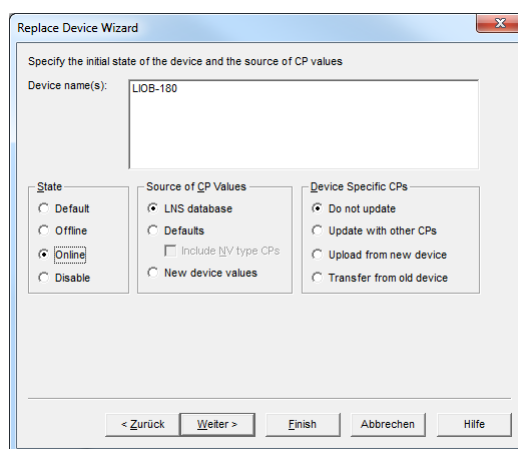

Abbildung 102: Online-Zustand auswählen
5. Dann wählen Sie **Online** aus (siehe Abbildung 102) und klicken Sie auf **Next**.